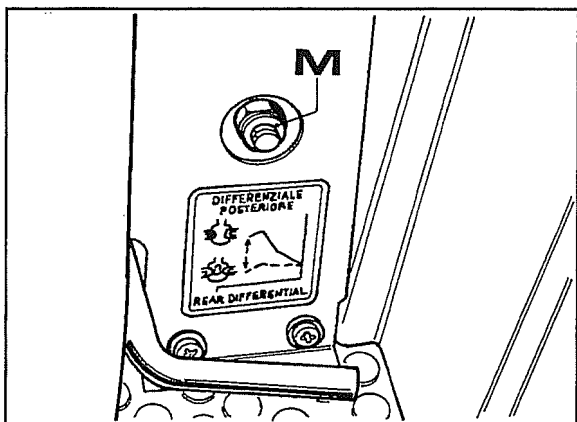

Fig. 1
1. A ruote posteriori alzate, avvitare il dado registro freni **M** fig.1 fino al bloccaggio della corrispondente ruota, quindi allentare di mezzo giro il dado verificando che la ruota giri liberamente. Ripetere l'operazione per l'altra ruota.